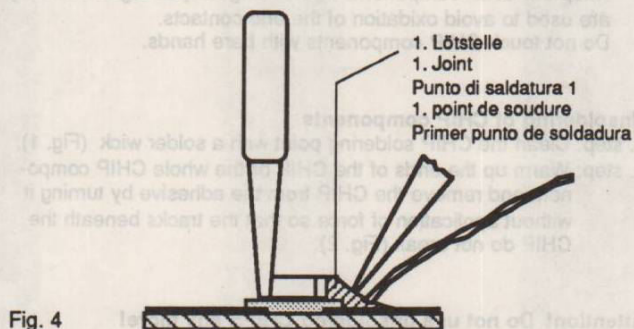

Fig. 4
4. Schritt: CHIP an der Lötstelle ansetzen, zentrieren und anlöten (Fig. 4).
4. step: Put the CHIP onto the soldering point, then center and fix it (Fig. 4).
4. Poser le composant CMS sur cette pointe de soudure, centrer et souder. Maintenir le composant CMS à l'aide d'une pince brucelle (Fig. 4).
4. Appoggiare il CHIP sul punto di saldatura, centrarlo e quindi soldarlo (Fig. 4).
- Cuarto paso: Colocar el CHIP sobre la gota de estaño, centrarlo y soldarlo (Fig. 4).